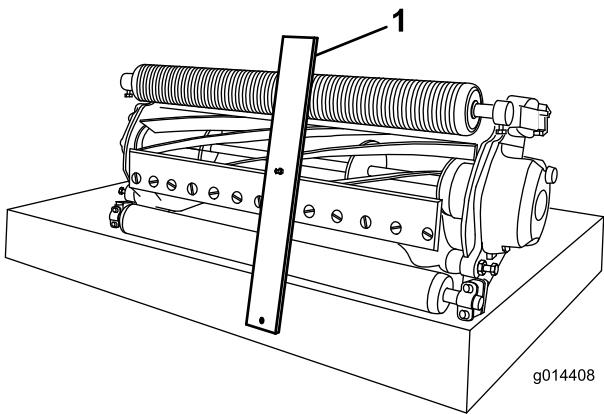

Figura 11
2. Enganche la cabeza del perno del indicador de altura de corte sobre el lado derecho del filo de corte de la contracuchilla y apoye el extremo trasero de la barra sobre la parte trasera del rodillo (**Figura 11**).